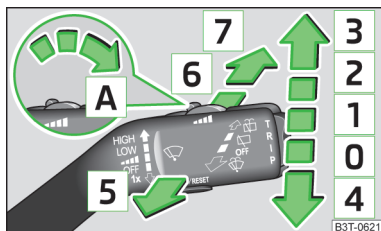

Fig. 46
Fonction des essuie-glaces et du lave-glace dans chacune des positions » fig. 46
Après avoir relâché la manette, le lave-glace s'arrête et les essuie-glaces exécutent encore 2 à 3 allers et retours (selon la durée de l'aspersion). La manette reste sur la position **6** » fig. 46.
Si la manette de l'essuie-glace se trouve en position **2** » fig. 46 ou **3**, l'essuie-glace arrière effectue un essuyage toutes les 30 secondes ou toutes les 10 secondes quand le véhicule roule à une vitesse supérieure à 5 km/h.
- Pousser la manette de commande sur la position 6 » fig. 46 à la page 62 cinq fois de suite dans un laps de 5 secondes.
Le nettoyage des phares a lieu après la mise du contact, toujours à la première giclée puis après chaque dixième giclée du pare-brise 5 » fig. 46 à la page 62, lorsque les feux de croisement ou de route sont allumés.